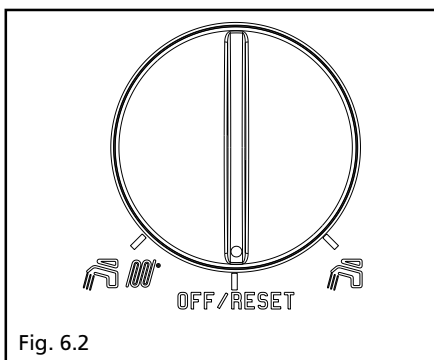

Fig. 6.2
- posizionare il selettore di funzione su "OFF-RESET" (fig. 6.2)